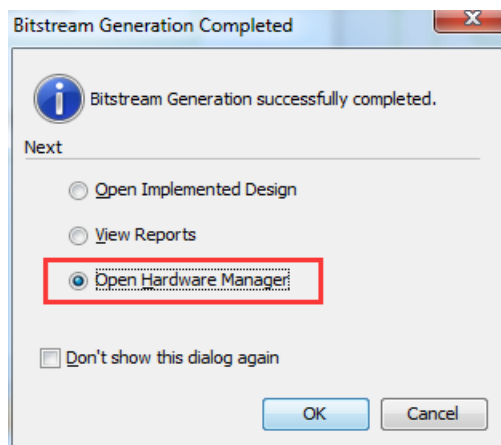

图 2-21 打开 Hardware Manager
7) 生成编译文件后, 选择 **Open Hardware Manager**, 打开硬件管理器, 进行板级验证, 如图 2-21。